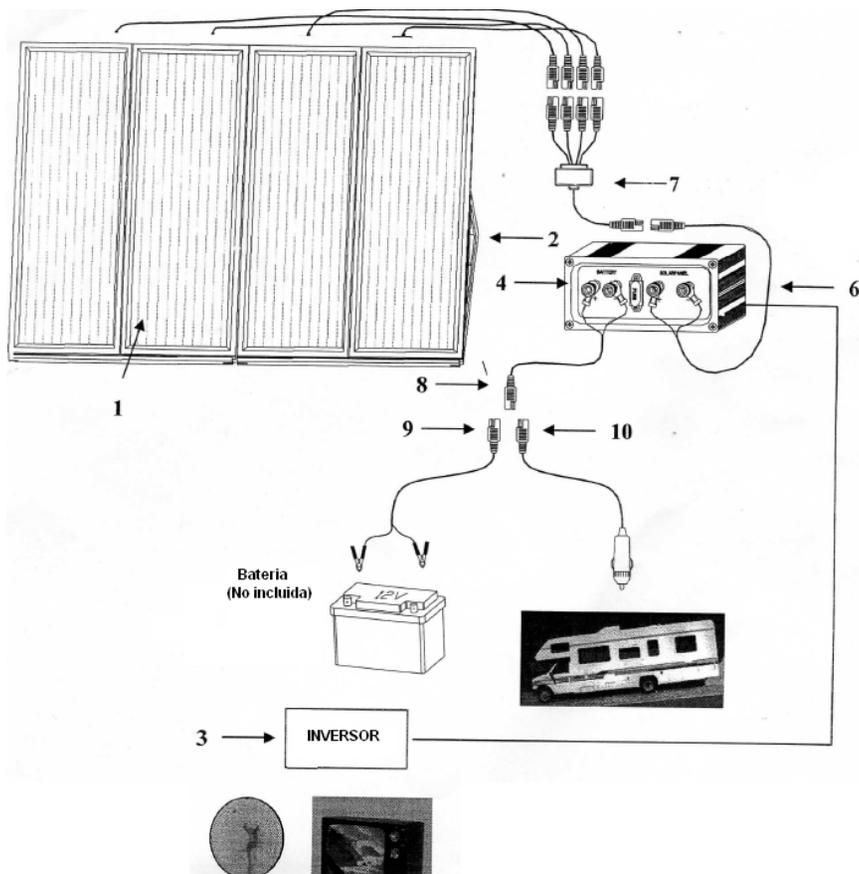

FIGURA 5
2. Conecte el cable adaptador # 8 en la "Batería" en la conexión de la parte posterior del regulador de carga (véase la figura 5).